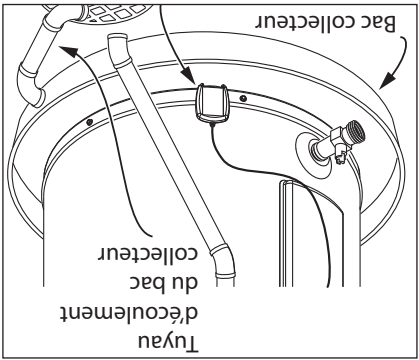

Figure 6 - Un bac collecteur adapté raccordé par un tuyau à un écoulement approprié peut permettre de protéger le plancher des fuites et égouttements.
- Dans un bac collecteur adapté, raccordé par un tuyau à un siphon de sol approprié ou à l'extérieur du bâtiment (Figure 6).
- Placer un bac collecteur adapté (en vente dans tout magasin de plomberie) sous le chauffe-eau (Figure 6) pour recueillir la condensation ou les fuites des raccords de tuyauterie ou de la cuve. La majorité des codes exigent, et nous le recommandons, d'installer le chauffe-eau dans un bac collecteur raccordé par un tuyau que le diamètre du chauffe-eau, 50 mm (2 po) de plus en largeur sorte que le niveau d'eau soit limité à une profondeur maximale de 45 mm (1-3/4 po).
- Bac collecteur adapté (Figure 6 à la page 11)